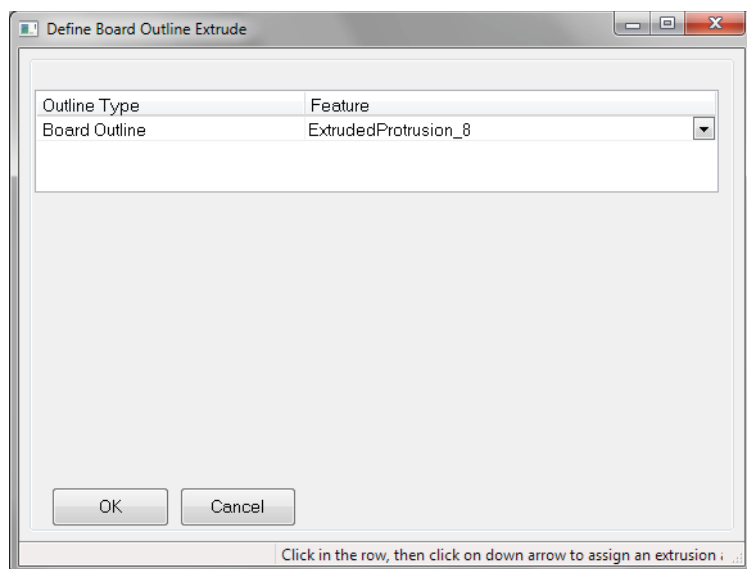

Рис. 2.11.20. Окно сопоставления выступа элементу – печатной плате
2. С помощью команды **Assign PCB Outline (Задать плату)**  из группы команд модуля Solid Edge IDF Modeler в появившемся окне (рис. 2.11.20) сопоставить элементу – плате (**Board Outline**) созданный в п. 1 геометрический элемент – выступ, выбрав его из списка (если таких элементов в модели несколько), нажать кнопку **OK**.